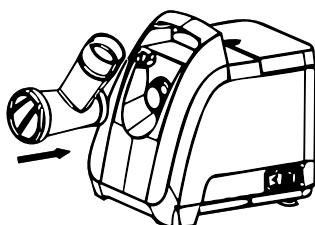
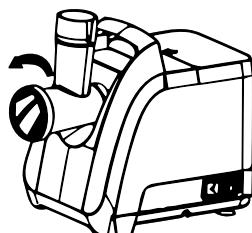

рис.1
рис.2
7.1.1 Удерживая кнопку фиксатора горловины, плотно вставьте горловину в гнездо для её установки (рис.1), затем поверните горловину против часовой стрелки, как указано на рис. 2, до фиксации. Отпустите кнопку фиксатора, убедитесь в надежной фиксации горловины.